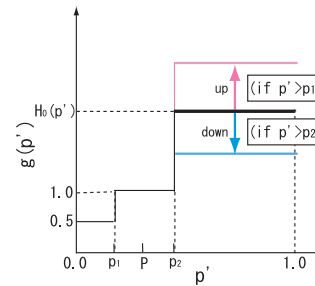

Fig. 1 近傍調節の倍率を調節するパラメータ
このアルゴリズムは、式 (1) に示す階段関数を用いて受率率 P から近傍幅を決定する。すなわち、受率率が目標値の上限より大きい場合には近傍を H_0 倍し、目標値の下限より小さい場合は近傍を半分に減らす。この時、近傍幅を増加させる拡大率 H_0 を、式 (2) のように再帰的に定義し、受率率が下がりにくい時には、拡大率が十分に大きな値になるようにした。すなわち、拡大率の初期値を 2.0 とし受率率が目標値の上限より大きい場合は拡大率を 2 倍に増加させる。このメカニズムにより拡大率はいくらかでも大きな値をとれることになる。次の Fig. 1 に、近傍調節の倍率を調節するパラメータを示す。